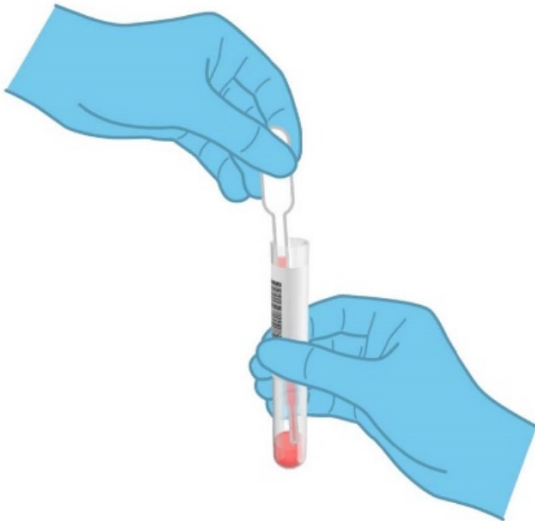

Figura 40. Tragerea probei în pipeta de transfer livrată.
5. Deschideți tubul cu proba care trebuie testată. Folosiți pipeta de transfer livrată pentru a trage lichidul până la a treia linie de umplere de pe pipetă (adică 300 μ l) (Figura 40).